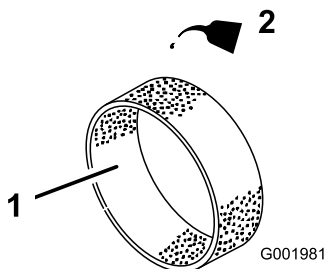

Figura 48
4. Applicate circa 30 – 60 ml d'olio sull'elemento (Figura 48).